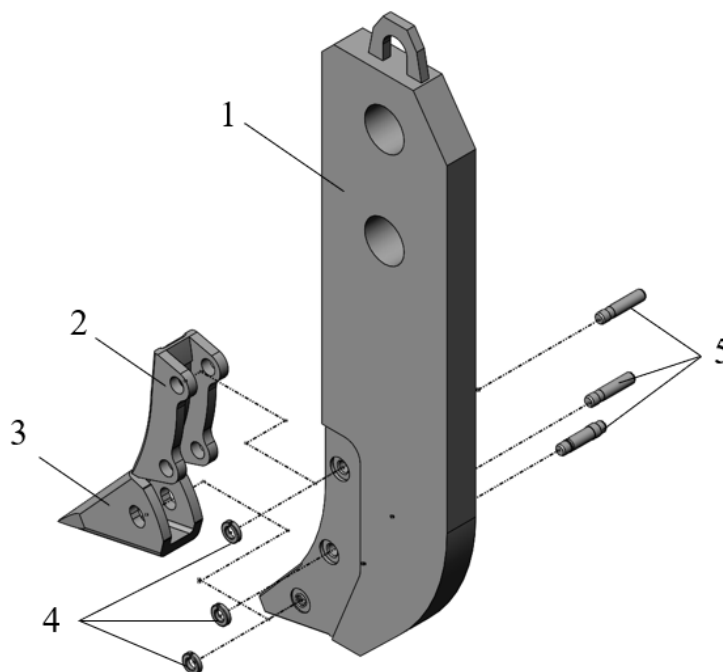

Рисунок 5.123. Сменные элементы рыхлителя
- ▶ Снять фиксатор поз. 4, выбить палец поз. 5, рис. 5.123 при помощи кувалды и выколотки.